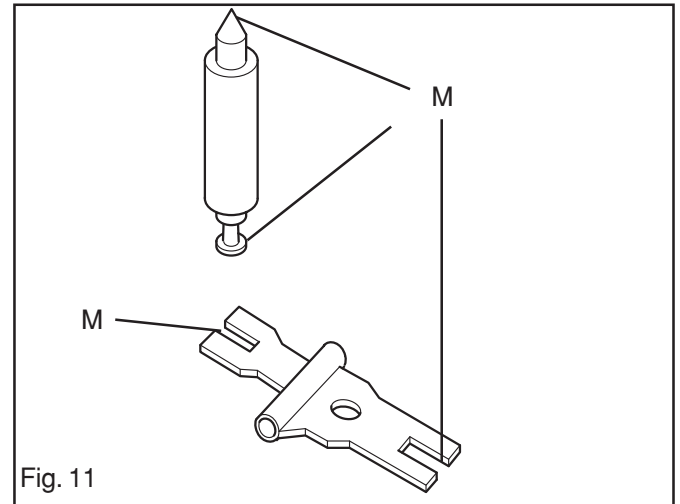

Fig. 11
Voir les fig. 11 et 12 et contrôler les points suivants :
3. La soupape à aiguilles et son levier ne doivent pas être usés au niveau de M dans la fig. 11.